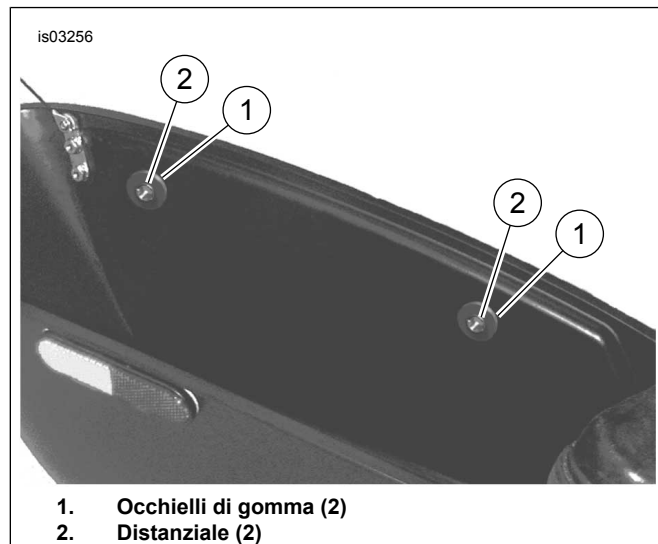
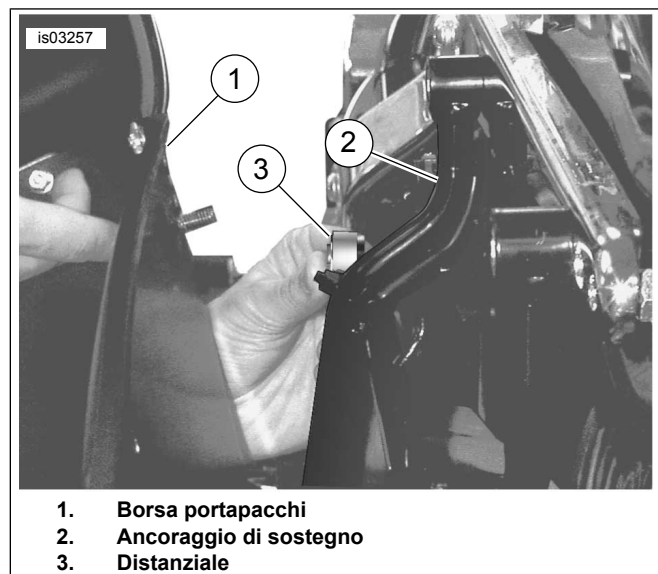

Figura 14. Installazione di occhielli e distanziali
Figura 15. Montaggio del distanziale
1. Vedere Figura 14. Installare gli occhielli di gomma (1) nei fori all'interno della borsa portapacchi.
- Inserire un distanziale (2) all'interno di ciascuno degli occhielli.
- Vedere Figura 15. Tenere ferma la borsa portapacchi (1) sull'ancoraggio (2) e individuare il distanziale (3) tra borsa portapacchi e ancoraggio.